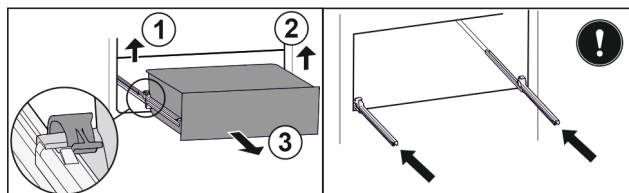

Fig. 75
- ▶ 提起左侧夹子，同时将抽屉左侧向前拉。 Fig. 75 (1)
- ▶ 提起右侧夹子，同时将抽屉右侧向前拉。 Fig. 75 (2)
- ▶ 朝前取出抽屉。 Fig. 75 (3)